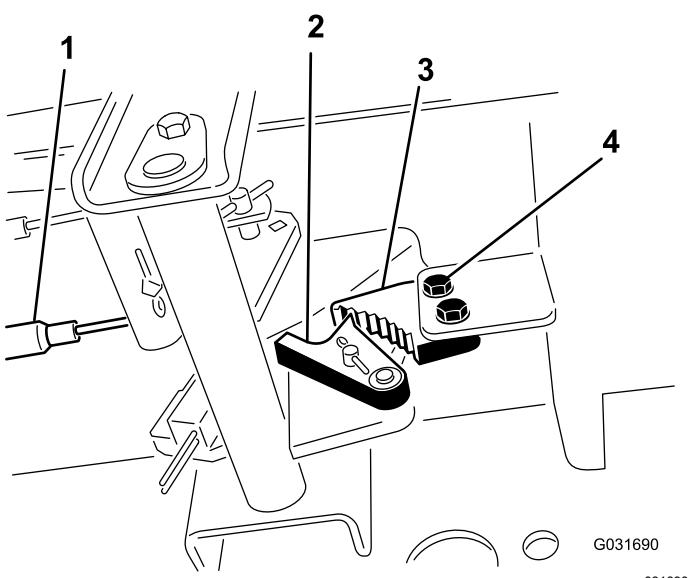

Рисунок 53
- Ослабьте два винта крепления защелки стояночного тормоза к раме (Рисунок 53).
- Винты (2)
- Нажмайте педаль тормоза вперед, пока углубление тормоза не войдет полностью в зацепление с защелкой тормоза (Рисунок 53).